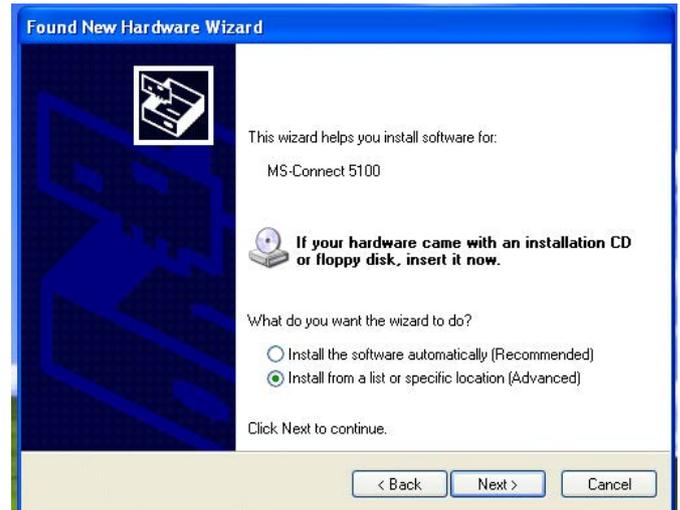

FIG. 15: Cargar software desde una ubicación específica
3. Aparecerá la FIG. 15 en la pantalla. Inserte el CD en la unidad de CDRom del PC. Seleccione "Install the software from a list or specific location" (Instalar el software desde una lista o ubicación específica), luego haga clic en Next (Siguiente). La ubicación del programa es C:\Program Files\Graco\GracoConfig\Device.